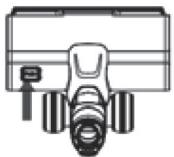

Figura 20
2. Întoarceți peria și roțiți butonul de blocare de pe capacul fix cu o monedă pentru a deschide închuietoarea. (Figura 20)